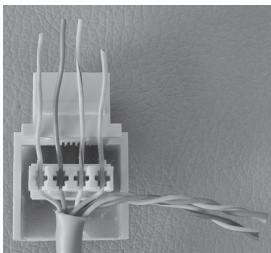

图4-23 压入塑料线柱刀片中
- 3) 用手将2对线按照色谱压入4个塑料线柱内的刀片中，如图4-23所示。初学者也可以